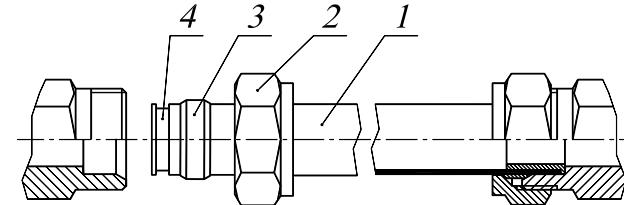

Рис.6. Соединение нагревательных элементов конвектора.
- 5.4. При помощи медных труб 15x1 и обжимных фитингов из комплекта монтажных частей, соединить нагревательные элементы секций (рис.6). Для этого необходимо через отверстие в